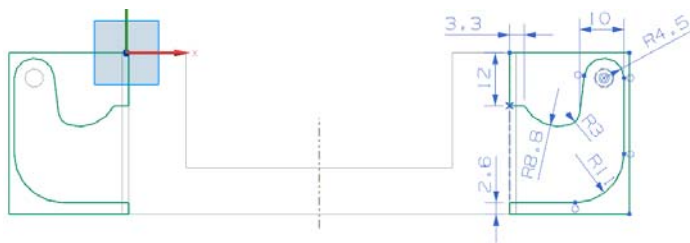

图 6-42 绘制草图
(2) 进入草图绘制环境，绘制如图 6-42 所示的草图。单击“完成”图标，草图绘制完毕。